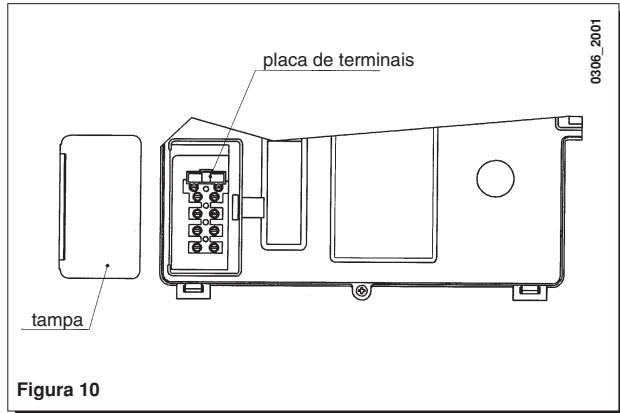

Figura 10
- retire a tampa e aceda à zona das ligações eléctricas (figura 10).